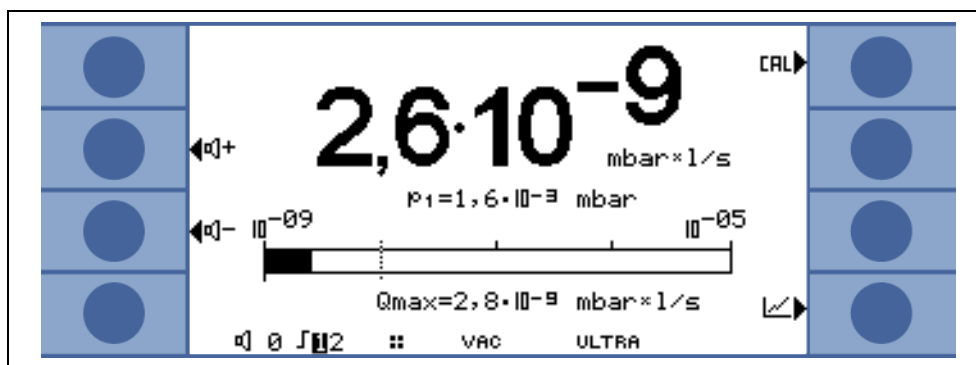

Fig. 5-1: Display, modalità misurazione
Quando viene raggiunta una pressione di 15 mbar (11 Torr o 1500 Pa) il rilevatore di perdite passa in modalità misurazione. Viene visualizzata la quota di perdita misurata. Per ulteriori spiegazioni sulle informazioni visualizzate vedere Fig. 5-1.
- Numericamente, con indicatore a barra Fig. 5-1
Sul display la quota di perdita viene visualizzata con numeri grandi, vedere Fig. 5-1. Inoltre viene visualizzata l'unità di misura della quota di perdita. Sotto alla quota di perdita viene visualizzata la pressione in ingresso con numeri piccoli (vedere cap. 6.4.4).